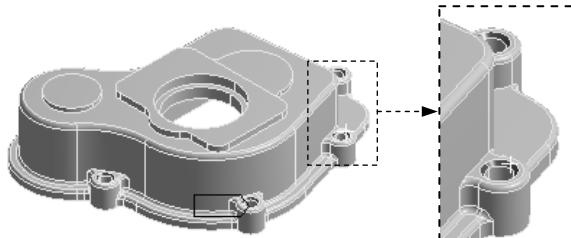

图 2.6.18 命名选择集 chamfer-selection (二)
(3) 在“Outline”窗口中单击  chamfer-selection 节点, 系统切换到“Worksheet”窗口, 采用系统默认参数设置, 单击  Generate 按钮。
(4) 打开 **Graphics** 选项卡, 切换到几何显示界面, 结果如图 2.6.18 所示。